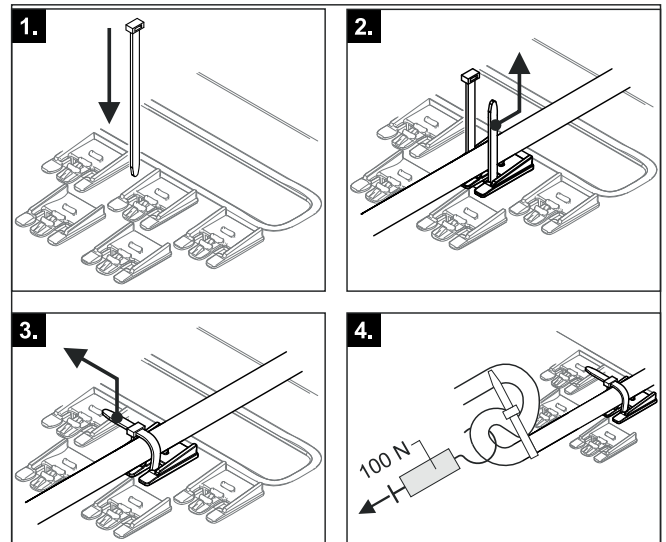

Bild 4-34 Zugentlastung herstellen und prüfen
- 7 Für alle an die HPSU compact angeschlossenen Kabel muss außen am Regelungsgehäuse mittels Kabelbinder eine wirksame Zugentlastung sichergestellt werden (Schritt 1 – 3, Bild 4-34).
- 8 Haltekraft der Zugentlastung prüfen (Schritt 4, Bild 4-34).